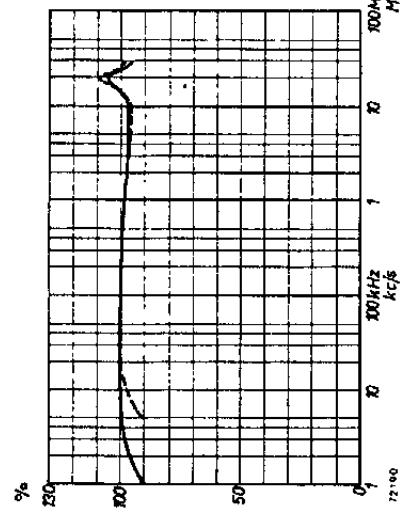

Fig. 1
In fig. 1 is de frequentiekarakteristiek weergegeven bij het gebruik van de directe ingang (stand „3 mV“), frequentiegebied 1 kHz — 30 MHz) en bij het gebruik van de verzwakkeringang (stand „30 mV — 1 kV“), frequentiegebied 5 kHz — 30 MHz).
- d. **Frequentiekarakteristiek** — De maximale afwijking ten opzichte van de gemiddelde frequentiekarakteristiek (fig. 1) is bij gebruik van de directe ingang < 4 % en bij gebruik van de verzwakkeringang < 5 %.